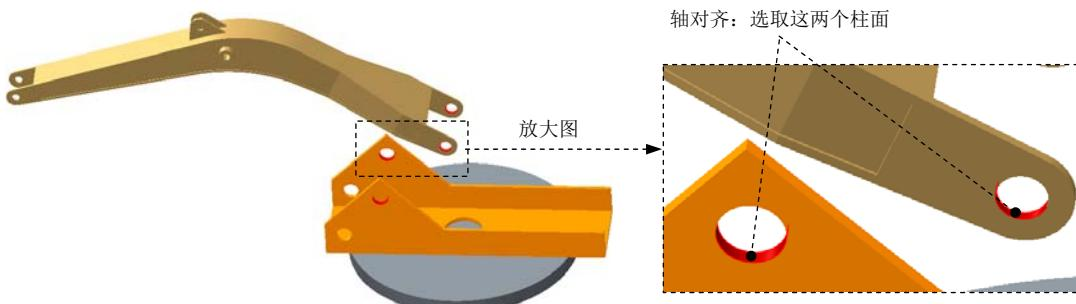

图 3.18.31 创建销 (Pin) 连接
(6) 单击操控板中的 **完成** 按钮，完成销连接的创建。
Step6. 引入元件 BOOM1_MECH_GPRT(动臂)，并将其调整到图 3.18.31 所示的位置。
- (1) 在“元件放置”操控板的机械连接约束列表中选择 销 选项。
- (2) 定义“轴对齐”约束。单击操控板中的 **放置** 按钮，分别选取图 3.18.31 中的两个柱面为“轴对齐”约束参考，此时 **放置** 界面如图 3.18.32 所示。